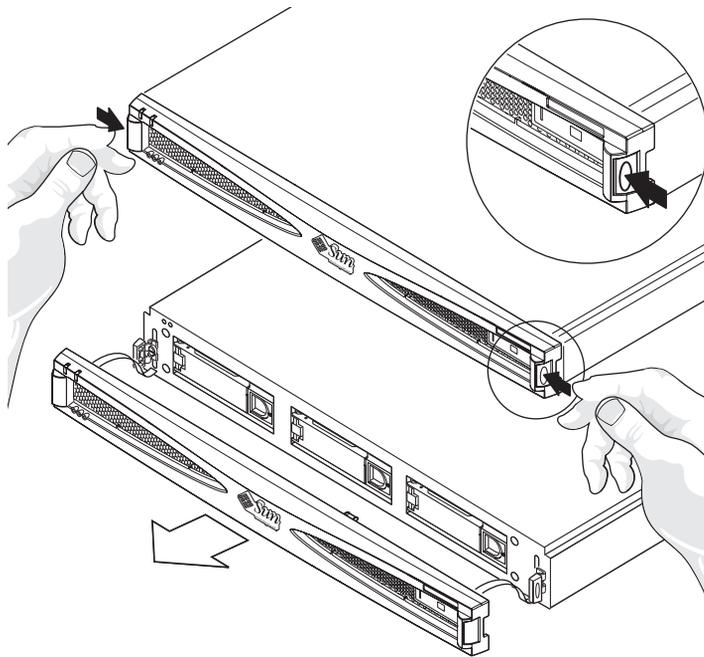

FIGURE 4-1 Retrait du cache avant
- **Libérez le cache avant en appuyant sur les loquets qui se trouvent à ses deux extrémités (voir FIGURE 4-1).**
3. Retirez le cache avant en appuyant sur les loquets qui se trouvent aux deux extrémités (FIGURE 4-1).